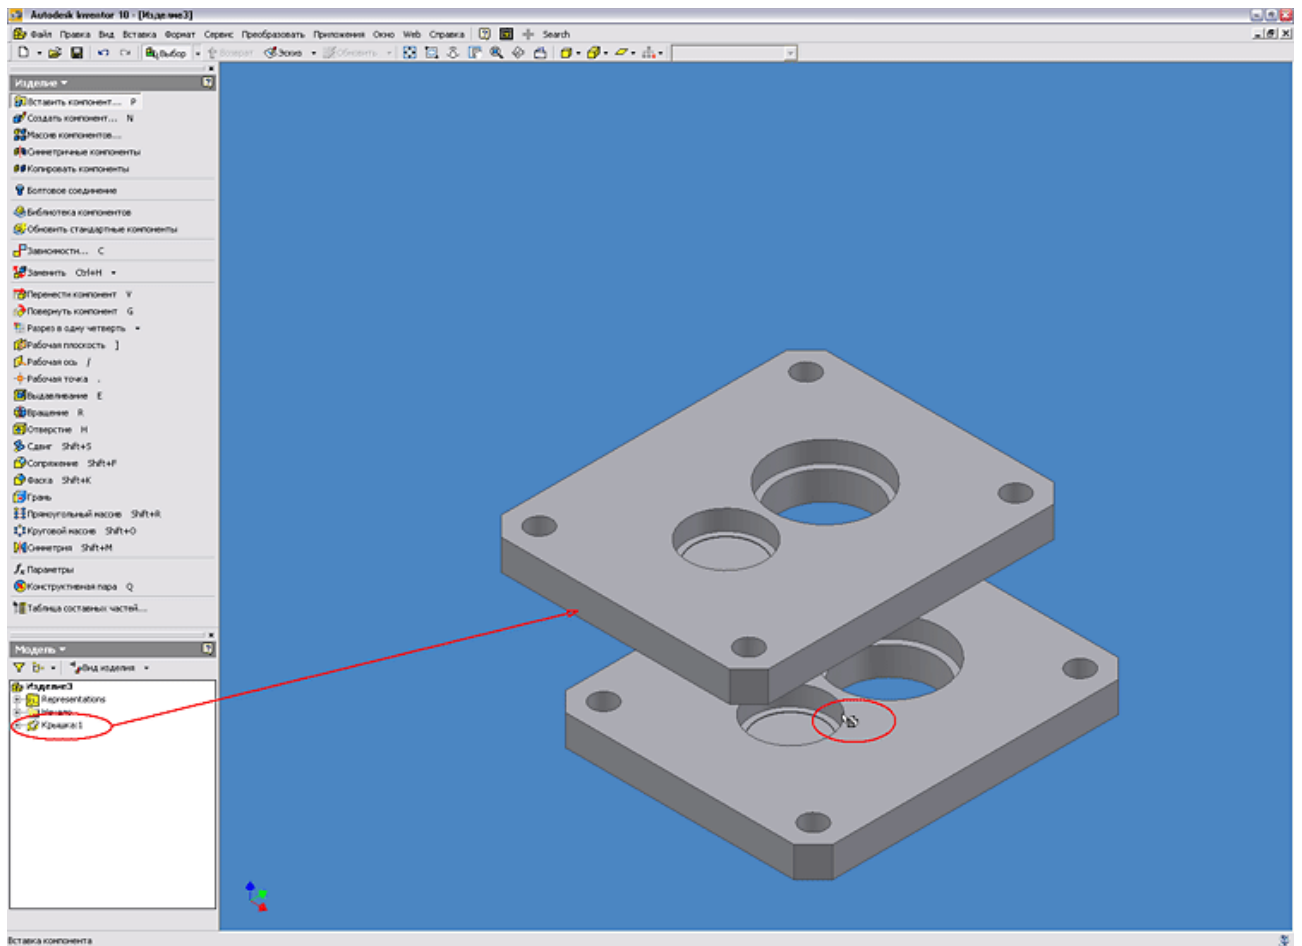

Рис. 3
3. После нажатия на кнопку «Открыть» Inventor автоматически вставляет базовую деталь, позиционируя её в начале координат изделия. Если в сборке присутствует несколько одинаковых деталей, то их вставка может быть осуществлена сразу после вставки первой детали нажатием левой кнопки мышки без повторения операции «Вставка компонента». Первая деталь в сборке назначается базовой автоматически. Об этом свидетельствует наличие особого значка (канцелярская кнопка) напротив названия детали в браузере модели. Базовая деталь не имеет ни одной степени свободы. В изделии может быть сколько угодно базовых компонентов. Деталь можно сделать не базовой – щелкнув правой кнопкой мыши на детали в браузере модели и сняв флажок «Базовый» (см. Рисунок 3).